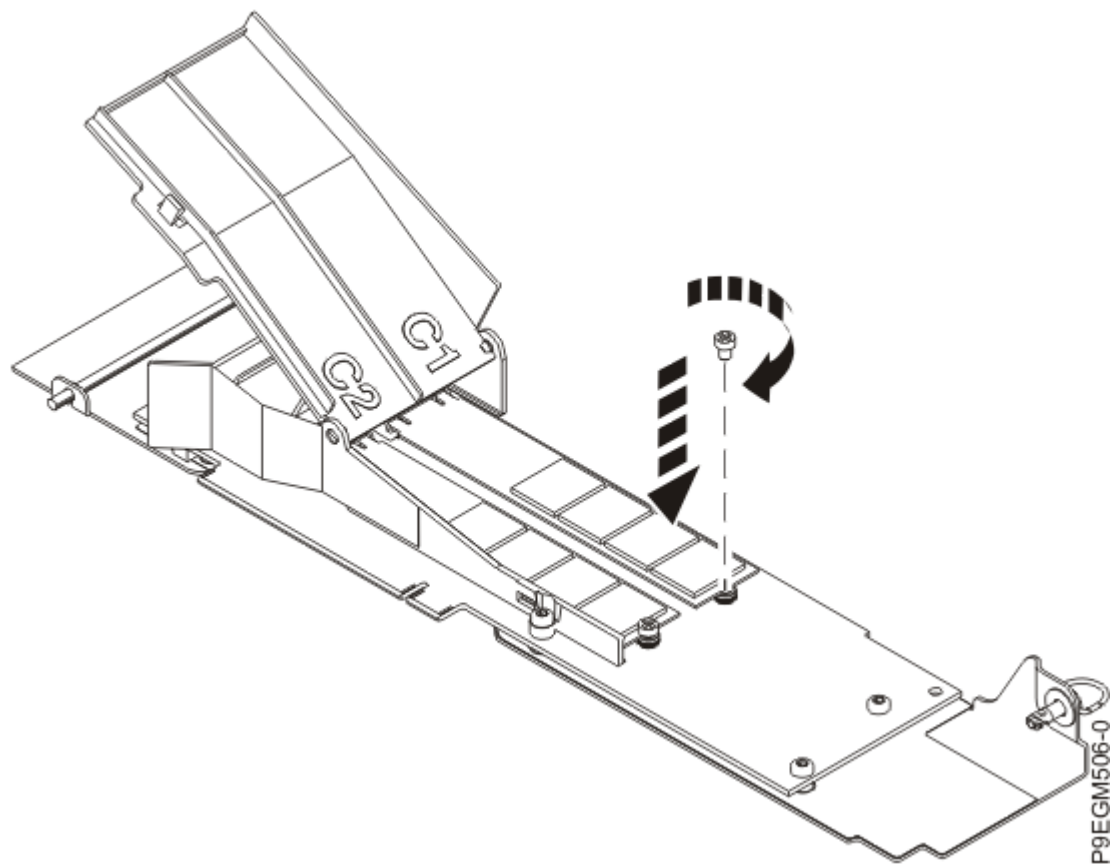

Figura 33. Fijación del módulo flash NVMe M.2 a la tarjeta portadora
3. Mediante un destornillador de estrella, fije el módulo flash en la tarjeta portadora NVMe M.2. Consulte la Figura 33 en la página 39.